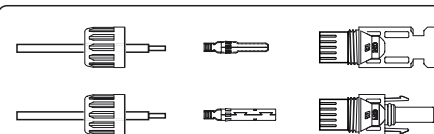

Figura 5.13 Desmonte a porca da tampa do conector
1. Desencape o fio CC por cerca de 7 mm, desmonte a porca de remate do conector. (Consulte a Figura 5.13)